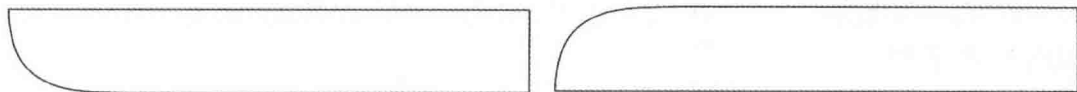
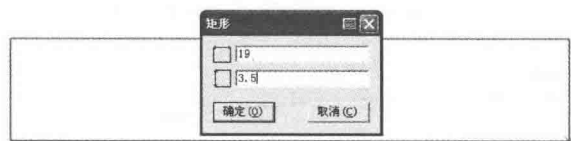

图 7-26 门襟处理
图 7-27 画里襟步骤 1
②选择 【移动】工具，按住【Shift】键，进入【复制】功能。将前门襟复制。然后用 【对称】工具。按住【Shift】键，切换为【对称移动】功能，将前门襟对称移动（图 7-26）。
(24) 绘制前里襟。
①选择 【智能笔】工具在空白处拖定出里襟长 19cm，里襟宽 3.5cm（图 7-27）。